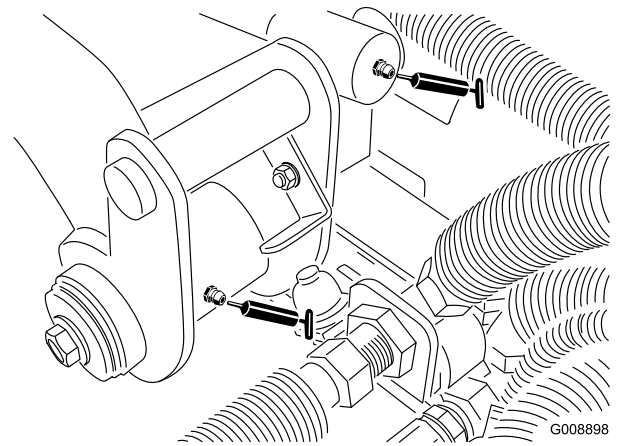

Figure 35
- Pivot de bras de levage arrière et vérin de relevage (2) (Figure 35)